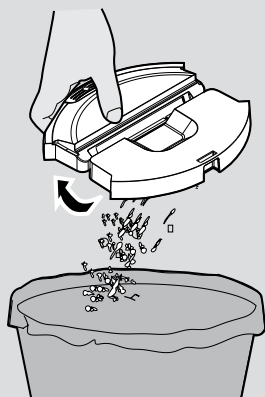
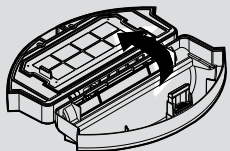

Рис. 8
Рис. 9
2. Опорожните пылесборник над мусорным ведром. [Рис. 8]
2. Опорожните пылесборник. [Рис. 8] Откройте пылесборник, снимите сетку вместе с фильтром, затем снимите фильтр ЕРА с сетки фильтра и очистите их по отдельности. Сборка производится в обратном порядке, по окончании убедитесь, что фильтр собран правильно. [Рис. 9,10]